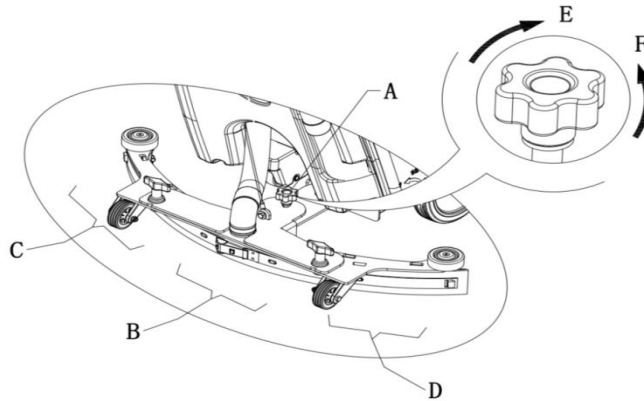

Abbildung 6
1. Installieren Sie die Rakele und schrauben Sie die Mutter (16) nach oben. Schließen Sie nun den Saugschlauch (11) an die Rakele.
2. Stellen Sie die Rakele über den Rakele-Einstellgriff (A, Abbildung 6) ein.
- a) Bei einer Lücke zwischen dem Boden und dem des Heckrakeleblatts (B) wird der Knopf (A) gegen den Uhrzeigersinn in Richtung (F) gestellt, bis das gesamte Heckrakeleblatt guten Bodenkontakt aufweist und das vordere Blatt den Boden leicht berührt.
- b) Bei einer Lücke zwischen dem Boden und beiden Blattenden (C und D) wird der Knopf (A) im Uhrzeigersinn in Richtung (E) gestellt, bis beide Heckrakeleblattenden guten Bodenkontakt aufweisen und das vordere Blatt den Boden leicht berührt.